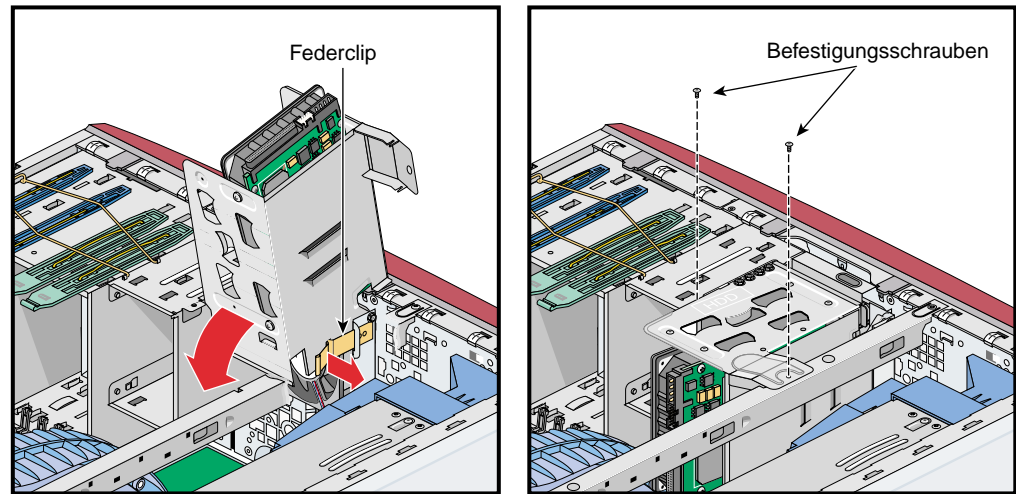

Abbildung 4-35 Schließen des unteren Laufwerk-Einbaurahmens
6. Entriegeln Sie den Laufwerk-Einbaurahmen und klappen Sie ihn in das Gehäuse. Bringen Sie anschließend die zwei Kreuzschlitzschrauben an, mit denen der Laufwerk-Einbaurahmen am Gehäuse befestigt wird. Siehe Abbildung 4-35.
17. Schließen Sie den unteren Laufwerk-Einbaurahmen. Siehe Abbildung 4-35.